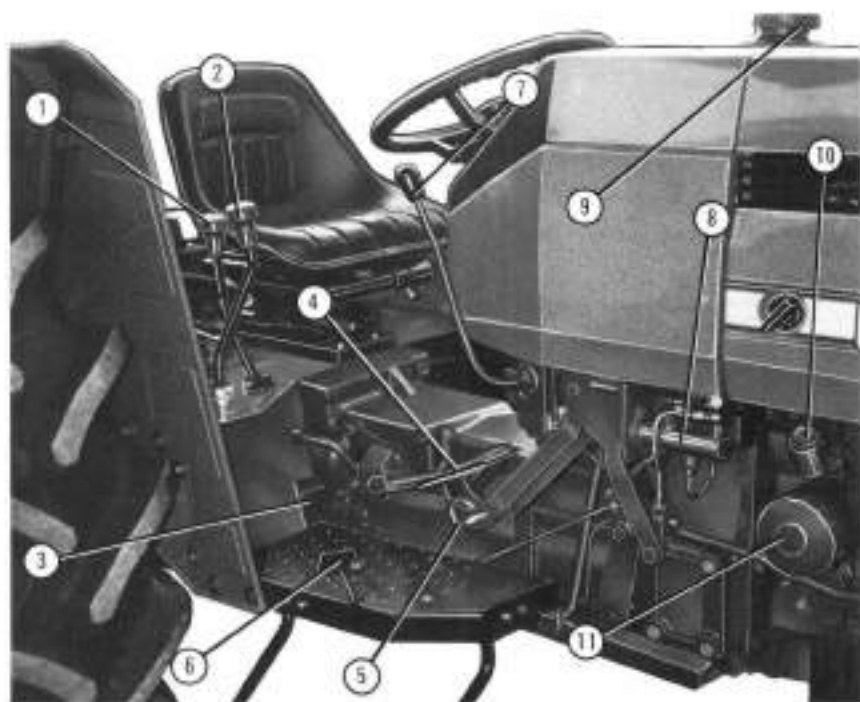

Fig 7
- le levier de l'inverseur est au point mort (2 fig. 7).
2. Introduire la clé dans le commutateur de démarrage et la tourner sur la position 2. Dès que le démarrage sera fait (après quelques secondes), relâcher la clé, qui retournera automatiquement sur la position 1. En cas de non-démarrage, accélérer légèrement au moyen de l'accélérateur à main (7 fig. 7) et répéter l'opération, le démarreur étant arrêté, après 15-20 secondes, jusqu'à trois ou quatre fois au maximum.
1. Réduire la vitesse et faire tourner le moteur au ralenti et freiner, en même temps, appuyant sur les deux pédales (4 fig. 7).
Lorsqu'on utilise le levier du mini-réducteur/inverseur (2 fig. 7), pour passer d'une vitesse avant rapide à la marche arrière RM, il faudra obligatoirement placer le levier d'abord au point mort et ensuite en position RM. Ceci pour éviter qu'en passant d'une vitesses avant rapide à une mini-réduite on enclenche erronément la marche arrière.